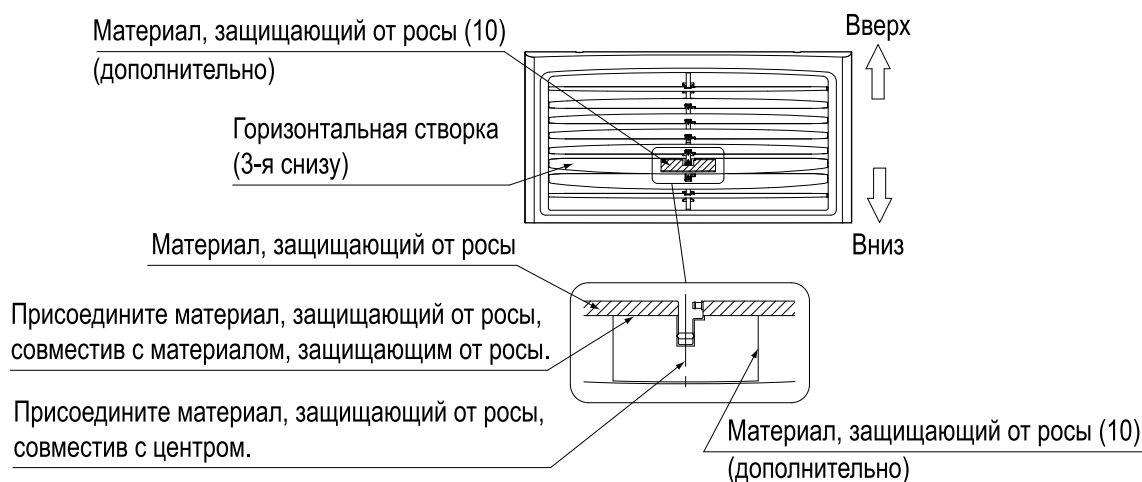

Рис. 8
- Для облегчения работы поднимите 5 горизонтальных створок и опустите 3 створки. Затем присоедините материал, защищающий от росы (10) к третьей снизу горизонтальной створке, как показано на Рис.8. Если материал не присоединен в нужном месте, то сконденсировавшаяся роса может стекать каплями.